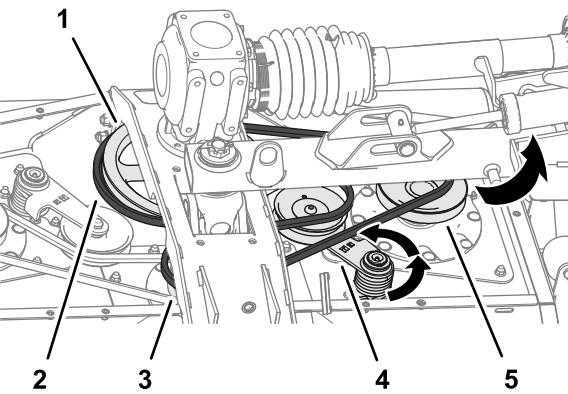

Figura 59
2. Utilizzate una barra di interruzione o un utensile simile per ruotare il tendicinghia per la cinghia lunga in senso antiorario e fate scorrere la cinghia via dalla puleggia tendicinghia (Figura 59).
3. Fate scorrere la cinghia lunga via dalla puleggia motrice, dalla puleggia del mandrino centrale e dalla puleggia del mandrino di destra (Figura 59).